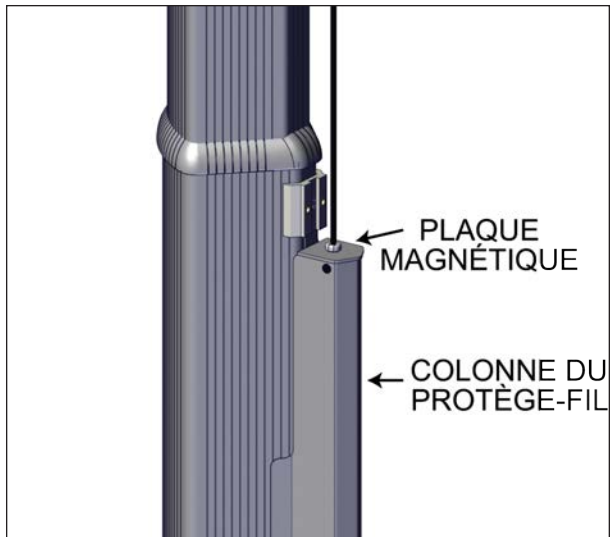
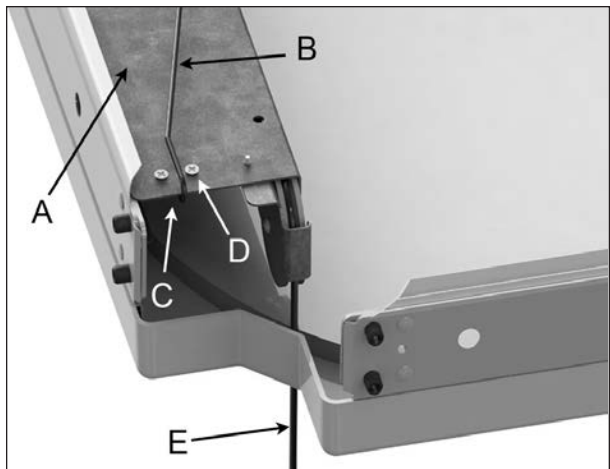

FIGURE 40: PLAQUE MAGNÉTIQUE
FIGURE 41: CÂBLE SORTANT
13. Si le couvercle est complètement abaissé sur le spa, que le câble sortant (Figure 41) semble avoir une tension suffisante et que la plaque magnétique est correctement appuyée (Figure 40), passer à la section Installation du mécanisme de levage (deuxième partie). Sinon, passer à l'étape suivante.
15. Repérer les vis de retenue de la tension du câble sur le CTS-70 (voir Figure 41) et desserrer légèrement. Tirer le câble de tension jusqu'à ce qu'une légère résistance soit ressentie. À ce stade, continuer à tirer encore de 25 mm (1 po). Vérifier si le câble sortant en direction des colonnes télescopiques est assez tendu, dans le cas